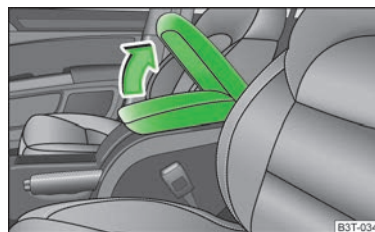

Fig. 96
- Abrir la tapa del apoyabrazos en el sentido de la flecha » fig. 96.